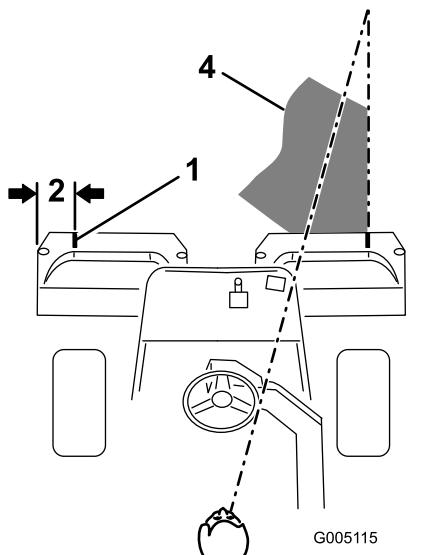
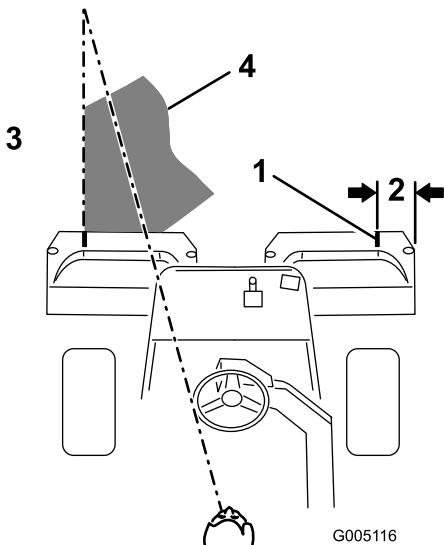

Figura 33
Figura 34
- Coloque un trozo de cinta blanca o pinte una raya en cada recogehierbas, paralelo al borde exterior de cada uno (Figura 33).
- Debe haber un solape mínimo con las pasadas anteriores. Para ayudar a mantener una línea recta a través del green y mantener la máquina a la misma distancia de la pasada anterior, establezca una línea imaginaria aproximadamente de 1,8 a 3 m por delante de la máquina hasta el extremo de la parte no segada del green (Figura 33 y Figura 34). Puede ser útil incluir el borde exterior del volante como parte de la línea imaginaria, es decir, mantener el borde del volante alineado con un punto que se mantiene siempre a la misma distancia de la parte delantera de la máquina (Figura 33 y Figura 34).